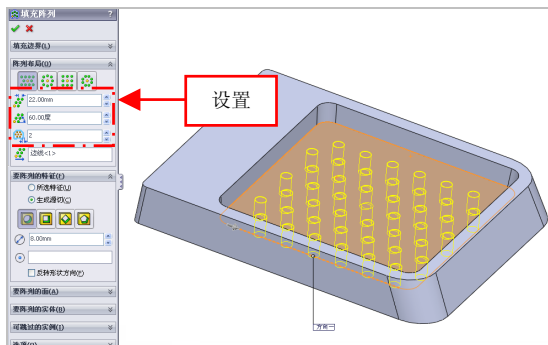

图 6-59 设置参数值
(4) 在【要阵列的特征】选项区中, 选中【生成源切】单选按钮, 在【阵列布局】选项区, 设置【实例间距】为 22、【边距】为 2, 如图 6-59 所示。